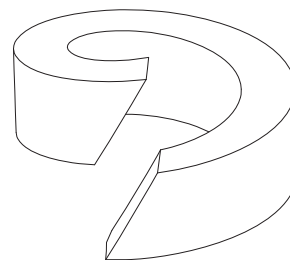

Рис. 13: разделенное уплотнительное кольцо
- Установите новое уплотнительное кольцо (поз. 27), руководствуясь Рис. 10 - Рис. 13.
При использовании разделенных уплотнительных колец, разрез должен производиться с наклоном согласно Рис. 13.